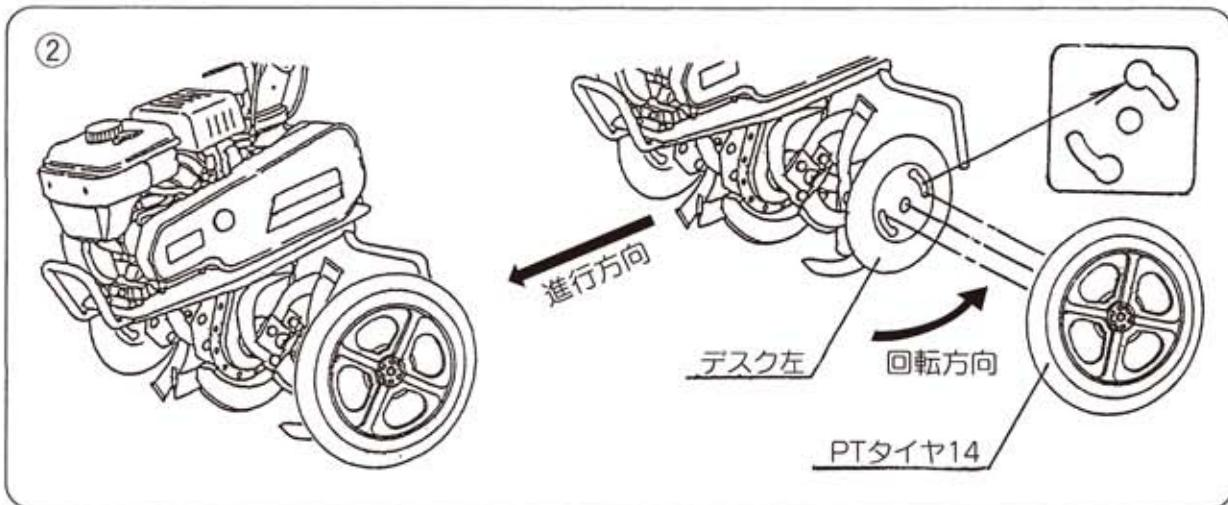

図3-②
## 2) PTタイヤ(移動用車輪)の組立(図3-②(オプション部品))
PTタイヤは(図3-②)のように取付けます。